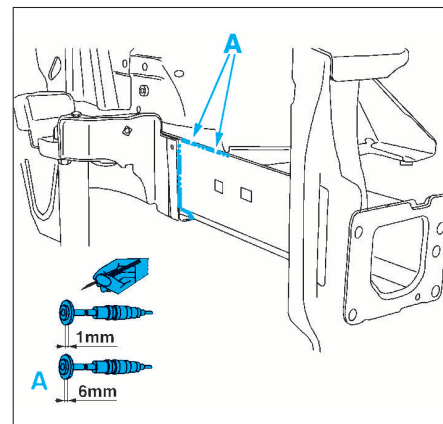

FIG. 5
- Tracer et découper selon (Fig.5 et 6).